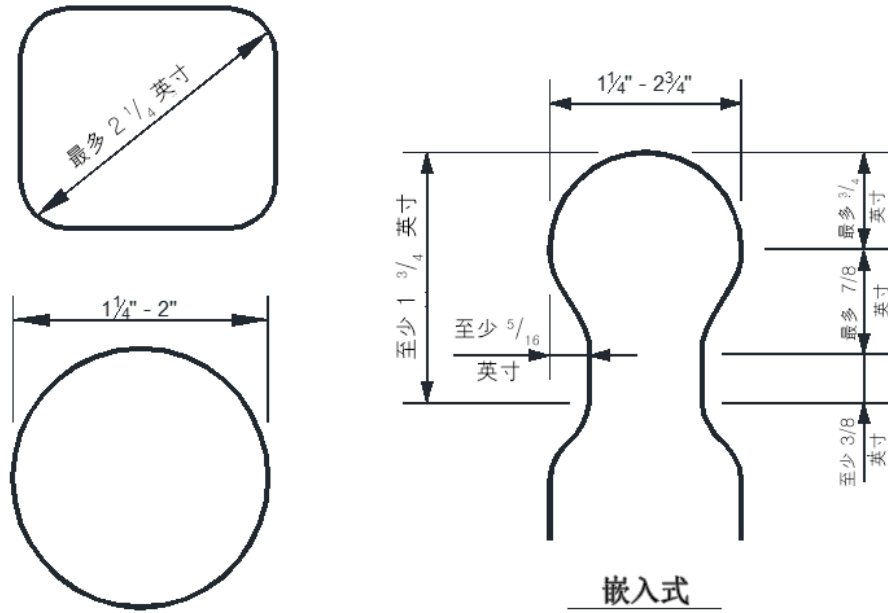

图 45: 扶手可抓性
- 扶手应具有光滑的表面，没有尖角，并且应易于抓握。凹陷部分可以由 2x6 或 5/4 英寸的板制成，如 图 45 所示。